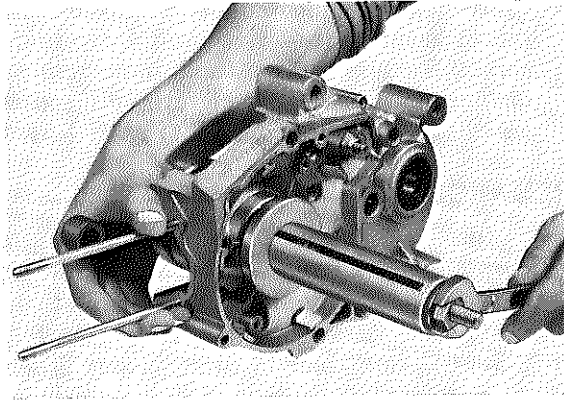

Fig. 3-4-2
1. Set the crankshaft into left case half and install crankshaft installing tool. (Fig. 3-4-2)
2. Hold the connecting rod at top dead center with one hand while turning the handle of the installing tool with the other. Operate tool until crankshaft bottoms against bearing. (Fig. 3-4-2)
1. Installer le vilebrequin dans le demi-carter gauche, et fixer l'outil de pose du vilebrequin (Fig. 3-4-2).
2. Tout en maintenant d'une main la bielle au point mort haut, tourner la poignée de l'outil spécial avec l'autre main. Tourner la vis de l'outil jusqu'à ce que le vilebrequin vienne buter contre le roulement (Fig. 3-4-2).
1. Kurbelwelle in die linke Gehäusehälfte einsetzen und das Kurbelwellen-Einbauwerkzeug anbringen. (Fig. 3-4-2)
2. Pleuelstange mit einer Hand im oberen Totpunkt halten, und Handgriff des Einbauwerkzeuges mit der anderen Hand drehen. So lange drehen, bis die Kurbelwelle am Lager aufsitzt. (Fig. 3-4-2).